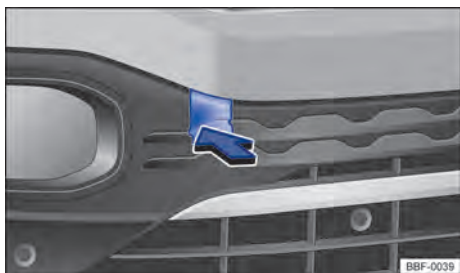

Fig. 197 No para-choque dianteiro à direita: soltar e remover a cobertura.
O alojamento para a argola de reboque rosqueável está localizado à direita do para-choque dianteiro, atrás de uma cobertura → Fig. 197.
- Pressionar na área inferior da cobertura → Fig. 197 ⓘ para soltar o travamento da cobertura.